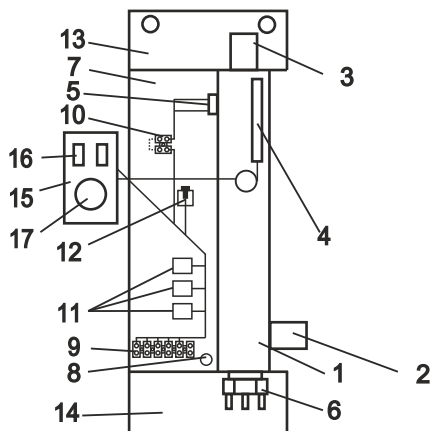

Рисунок 2 (кожух не показан):
4.3 Приборы ЭВАН-NEXT в соответствии с рис. 2 состоят из следующих основных частей:
- котла в теплоизоляции (1) с входным (2) и выходным (3) патрубками G1, датчиком терморегулятора (4), аварийным самовозвратным термовыключателем (5), отключающим прибор при 92°С, и блоком ТЭНов (6);
- панели установочной (7), с размещенными на ней: зажимом заземления (8) для подключения защитного проводника РЕ; зажимом винтовым (9), служащим для подключения внешнего силового кабеля и циркуляционного насоса; зажимом винтовым (10) для подключения датчика температуры воздуха, реле коммутации (11) и предохранителем циркуляционного насоса (12);
- верхнего (13) и нижнего (14) кронштейнов;
- панели управления (15), с расположенными на ней выключателями ступеней мощности (16) и терморегулятором (17), служащим для установки температуры нагрева теплоносителя.